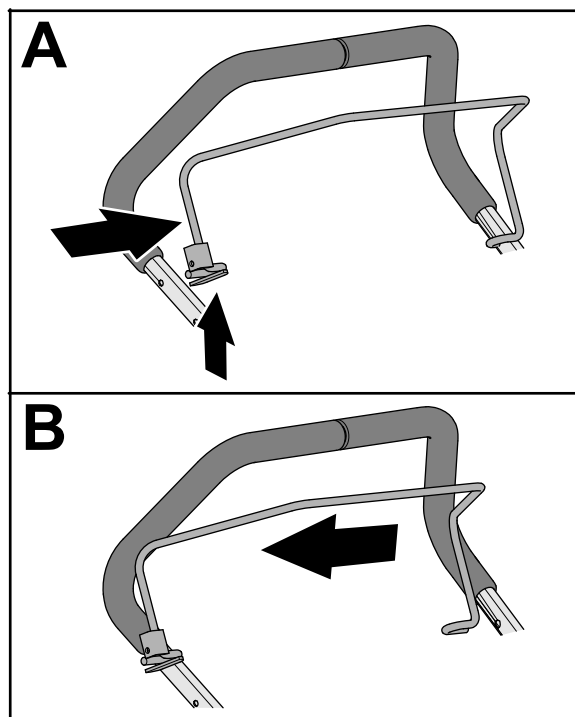

**Figura 9**
1. Aperte a perna do manípulo de presença do operador até o poder retirar da pega superior, e retire o manípulo da máquina (Figura 9).